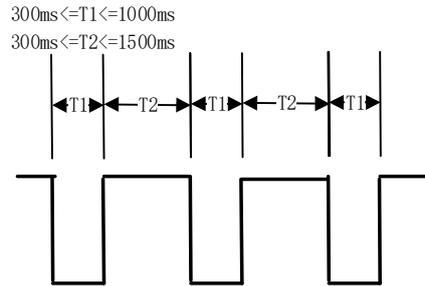

图 2-3 恢复出厂设置触发信号
- (1) GPIO1: 恢复出厂设置使用方法如下: 将 GPIO1 信号按图 2-3 所示时序拉低和拉高, 模组将恢复出厂设置并重启, 重启后雷达所有工作参数将恢复为出厂默认值;